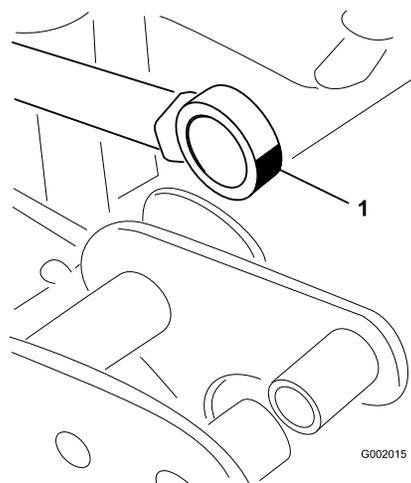

Figura 51
5. Manipule a extremidade do rolamento da barra do accionador e aplique massa lubrificante no rolamento (Figura 51). Limpe a massa lubrificante em excesso.